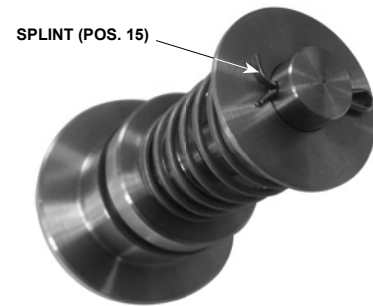

Abbildung 6. Korrektes Biegen des Splintes (Pos. 15)
Den Steuerdruck des Reglers so einstellen, dass die Anforderungen der jeweiligen Anwendung erfüllt werden. Bei einem federbelasteten Regler kann der Steuerdruck auf einen Wert innerhalb des in Tabelle 3 enthaltenen Federbereiches eingestellt werden. Zur Steuerdruckeinstellung die folgenden Schritte ausführen (Positionsnummern, siehe Abbildung 6 und 7):
7. Die Ventilteller-Baugruppe (Pos. 13) installieren und mit einem Splint (Pos. 15) sichern. Den Splint mit einer Zange oder ähnlichem Werkzeug (siehe Abbildung 6) biegen.